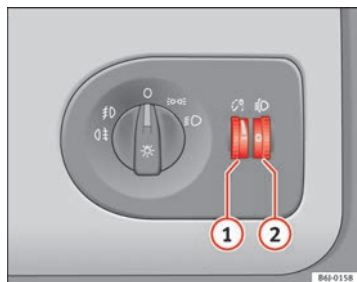

Fig. 58 Planche de bord : régulateurs d'éclairage des instruments et des commandes et du site des projecteurs
Lorsque l'éclairage est mis, la luminosité du rhéostat d'éclairage des instruments et des commandes peut toujours être réglée en tournant la molette ⇒ fig. 58 ①.